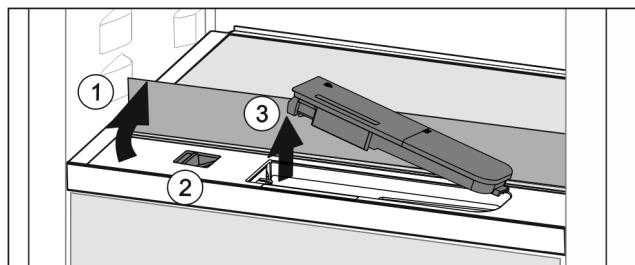

Fig. 120
- Поднять стеклянную панель и откинуть до упора назад Fig. 120 (1).
- Сдвиньте ползунок Fig. 120 (2) влево.
- Вынуть бак для воды Fig. 120 (3).